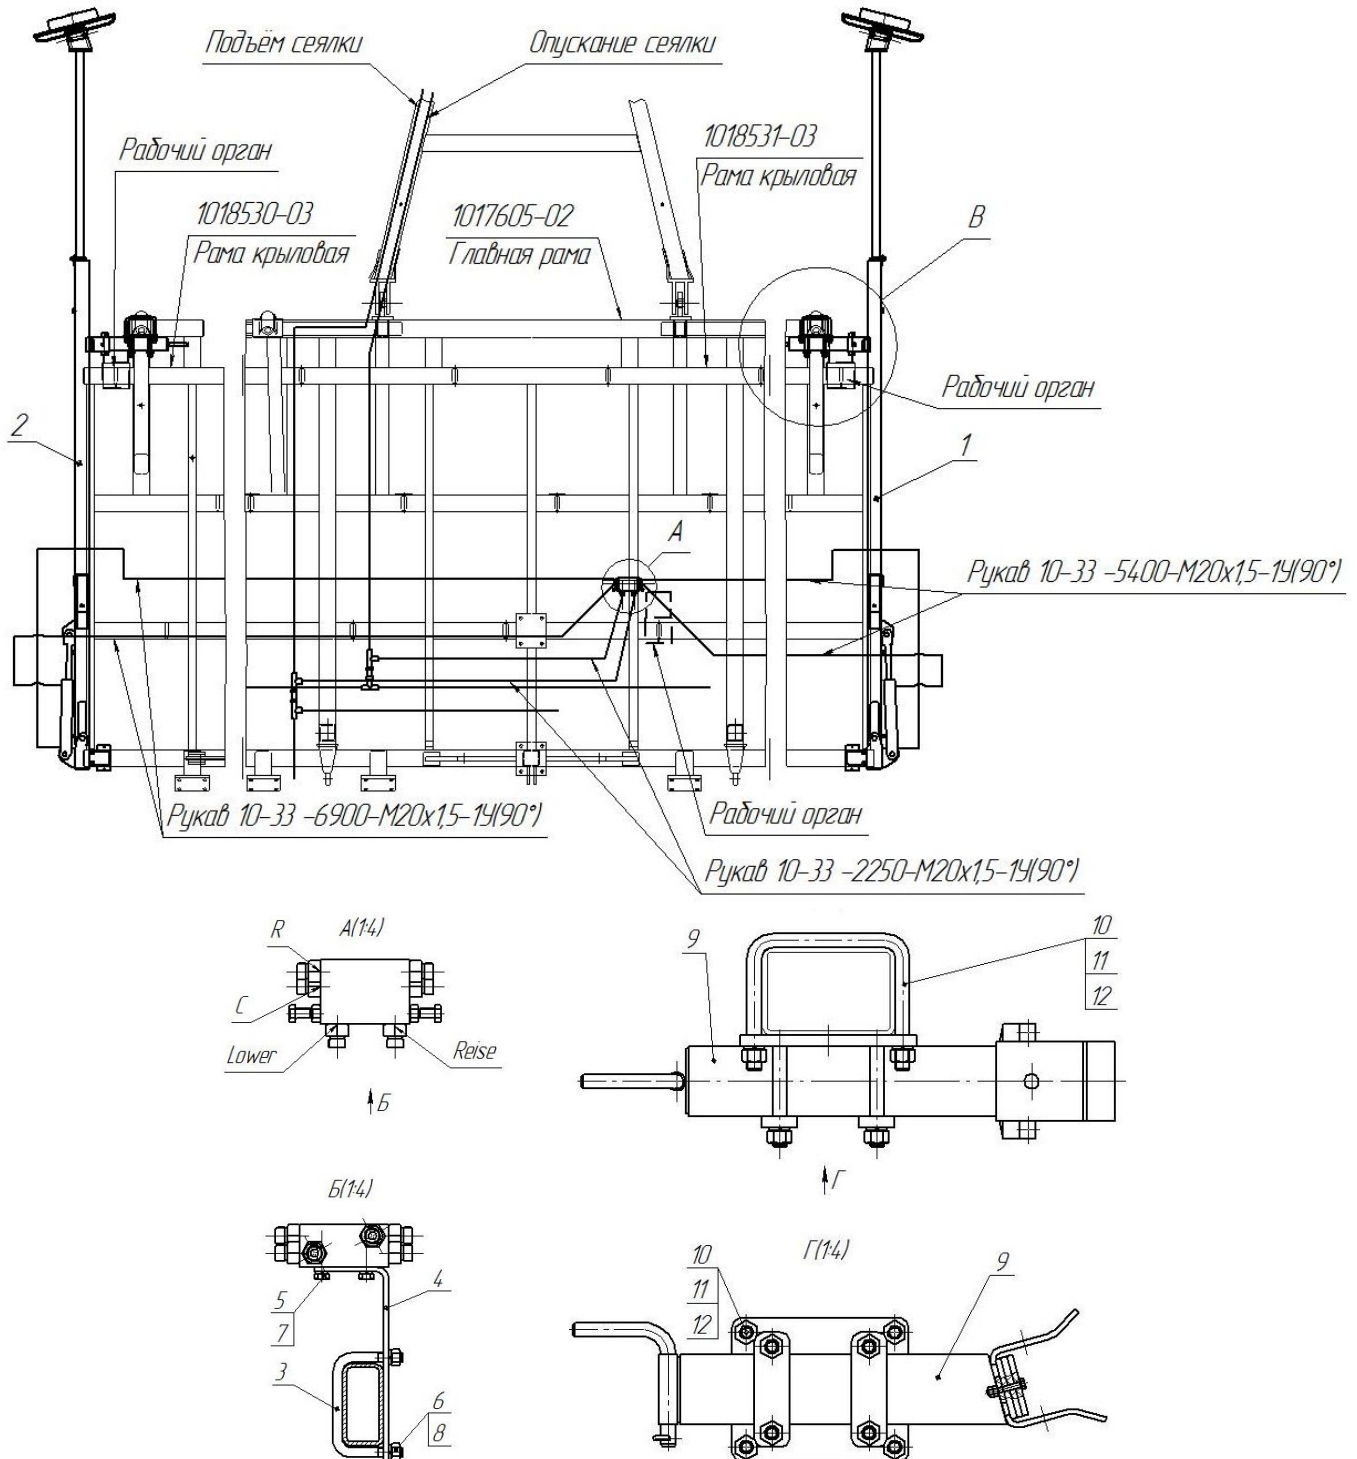
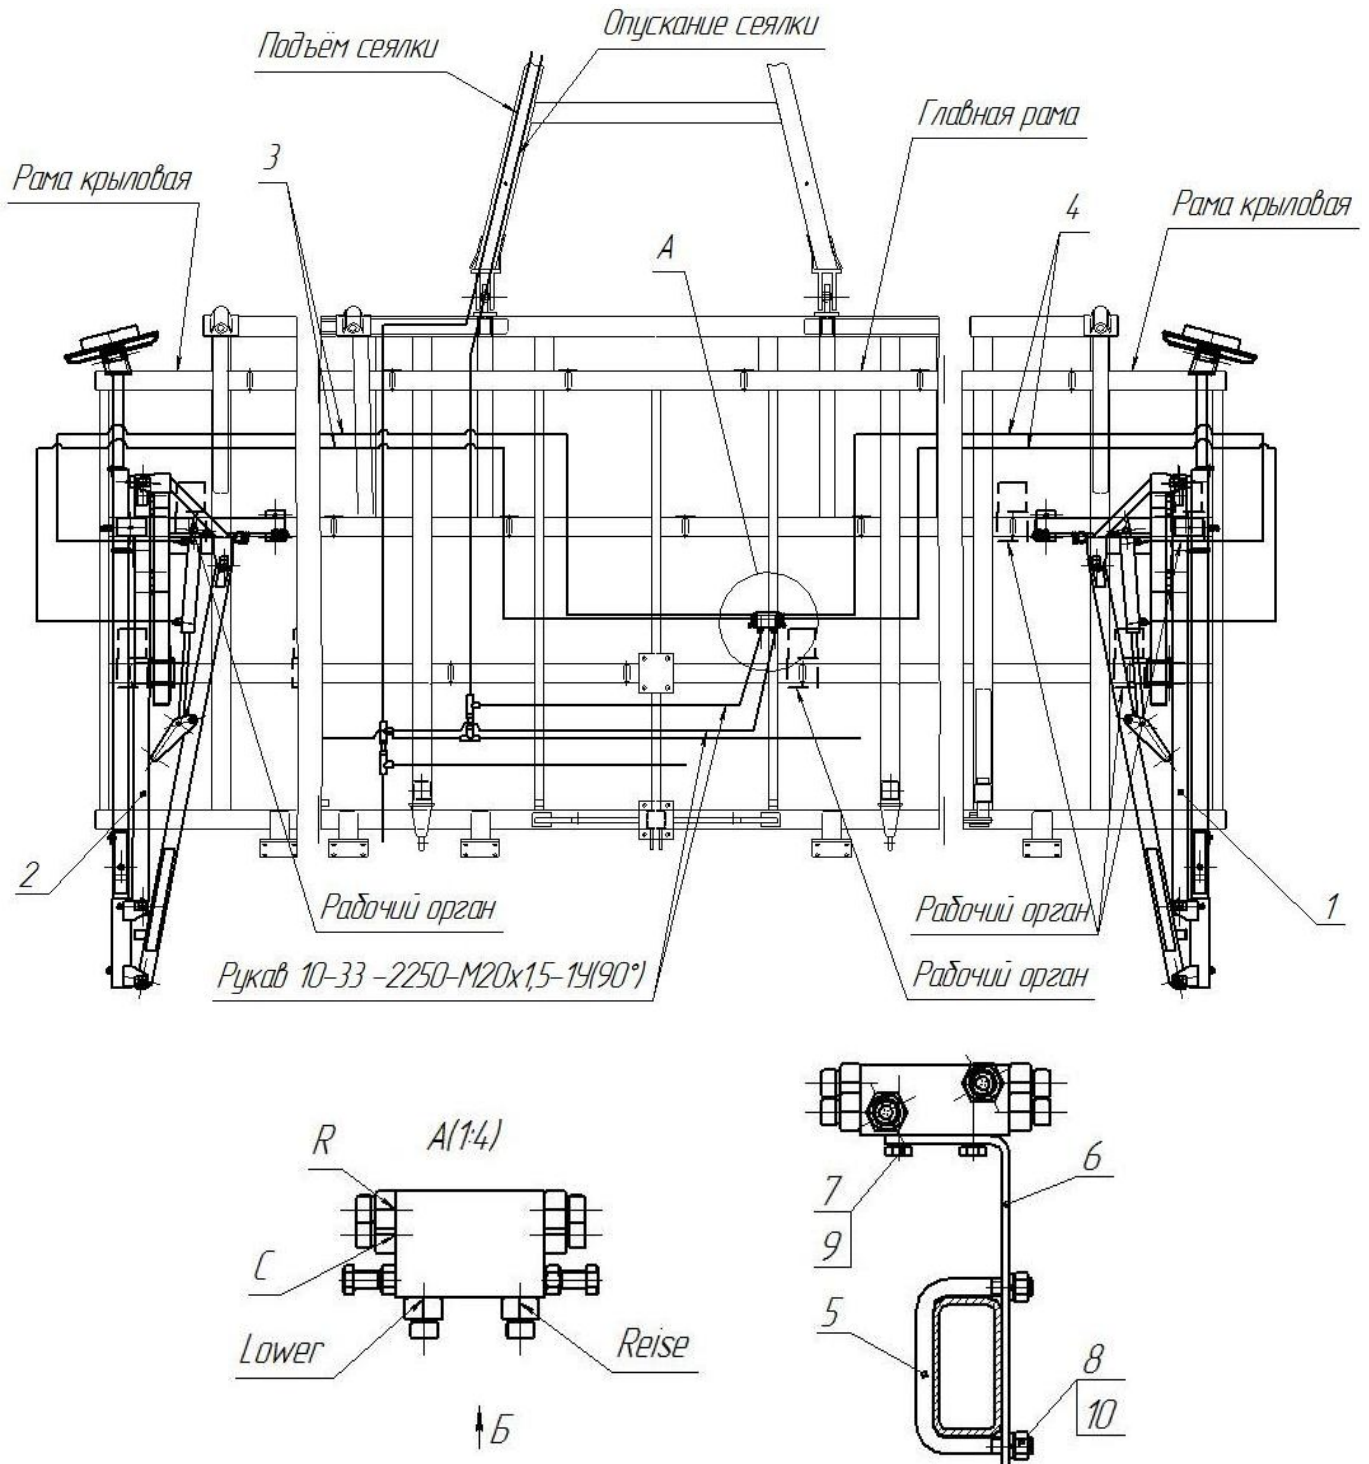

Рис. 4.8.3. Установка маркеров на раму ПК-8,5 "Кузбасс"
Рис. 4.8.4. Установка маркеров на раму ПК-9,7 и ПК-12,2 "Кузбасс"
4.8.3. Клапан последовательности крепится к кронштейну 4 болтами 5 (3/8"x25 – 2шт.), подложив шайбу пружинную 7 (Ø10мм), и устанавливается справа на трубе 50x100мм центральной рамы посевного комплекса с помощью стремянки 3 (M12x50x100), гаек 6 (M12) и шайб пружинных 8 (Ø12мм), как показано на рис.4.8.3. (Аналогично на рис.4.8.4).
4.8.4. Скорость складывания и раскладывания маркеров регулируется винтами, находящимися по бокам клапана последовательности (рис.4.8.3, 4.8.4). Правый винт, находящийся в нижней секции клапана, регулирует скорость раскладывания маркера, а левый, находящийся в верхней секции, - скорость складывания.